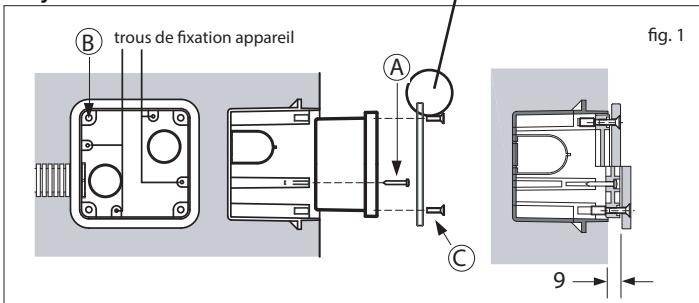

fig. 1
- Placer le coffrage dans l'armature de la coulée de façon à ce que son bord extérieur arrive au ras du mur fini. (fig.1)
- Le boîtier d'encastrement est muni de quatre pré-ruptures pour tube pliant ondulé série lourde Ø25. Pour laisser le plus de place possible à l'intérieur, couper la gaine au ras du boîtier d'encastrement (fig.1).
- Fixer l'appareil au coffrage à l'aide des deux vis "A" et, le cas échéant, ajuster la saillie de l'appareil en vissant les 4 goujons "B". (fig. 1).